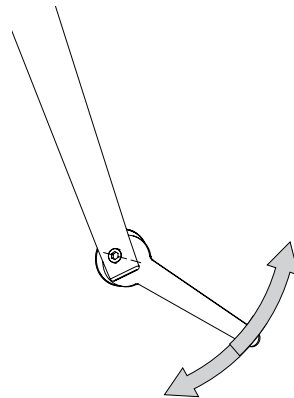

図16
- ・ 17 mm のレンチを使用し (図16)、調整できる側からガタを調整します。